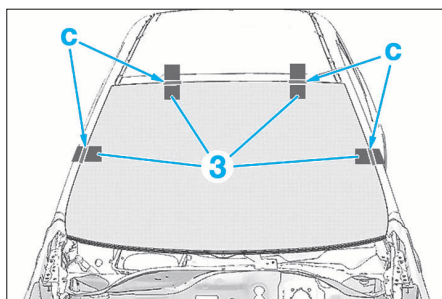

FIG. 104
- Apposer des bandes témoins (3) en C (Fig.104).